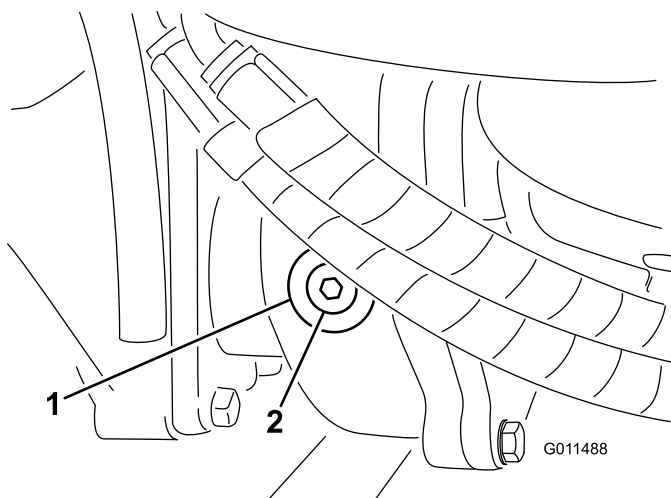

Bild 16
2. Entfernen Sie die Prüf-/Füllschraube an der linken Getriebeseite (Bild 16) und stellen sicher, dass der Schmierstoff die Unterseite des Lochs erreicht. Füllen Sie bei einem niedrigen Stand genug Schmiermittel auf, um den Stand bis an die Unterseite des Lochs anzuheben.